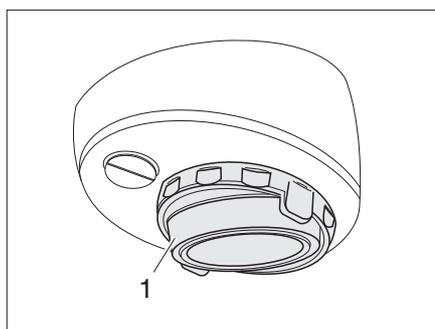

Bild 137 Halogenaufbauleuchte (schwenkbar)
- Abdeckung (Bild 137, 1) mit einem geeigneten Werkzeug (z. B. Schraubendreher) aushebeln und abnehmen.